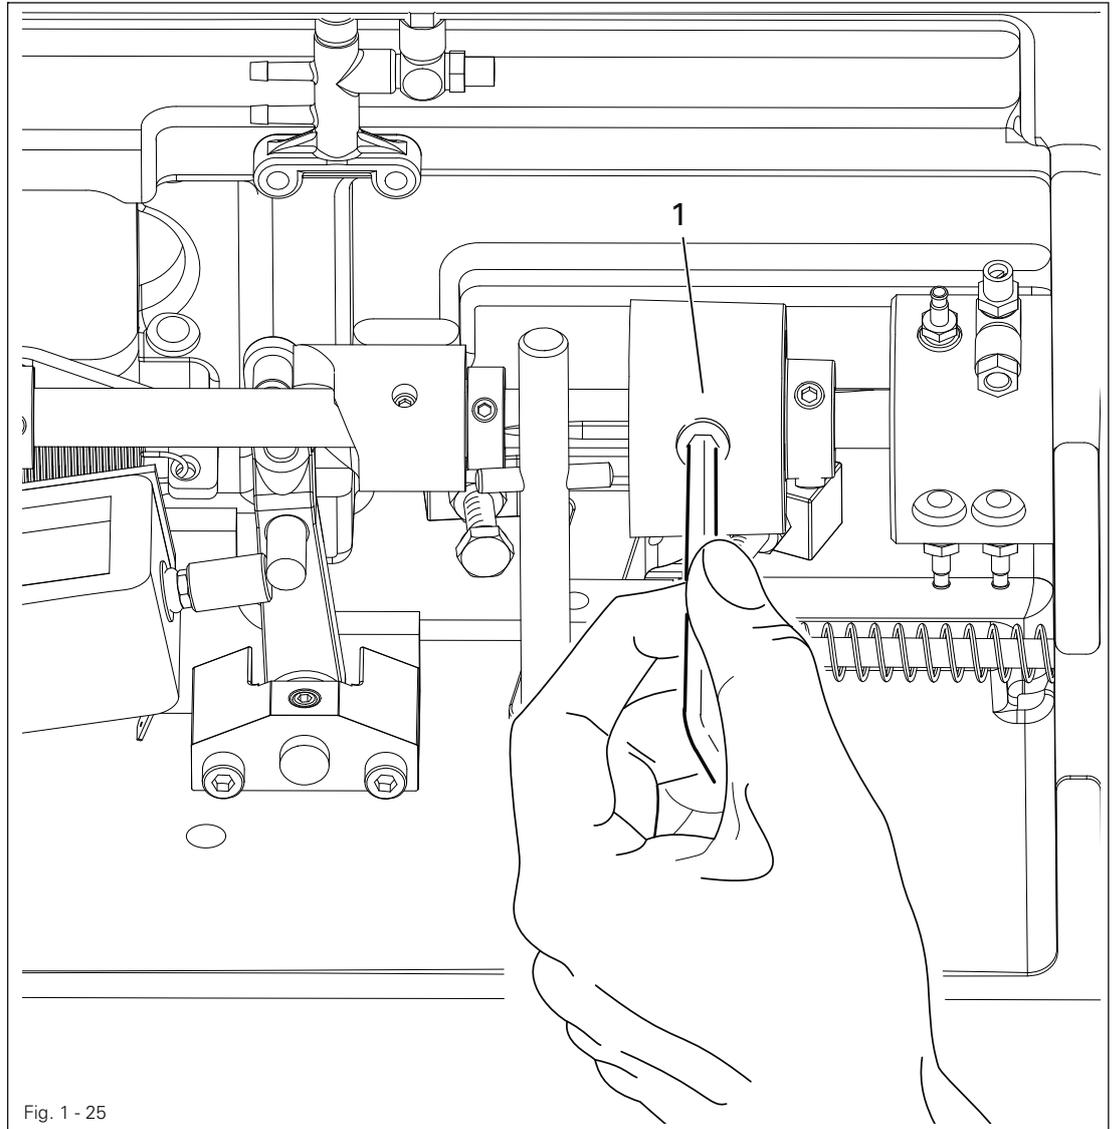

Fig. 1 - 25
- Kupplung 1, wie in Fig. 1 - 19 gezeigt, gehalten und am Handrad drehen, bis die Kupplung 1 spürbar wieder einrastet.